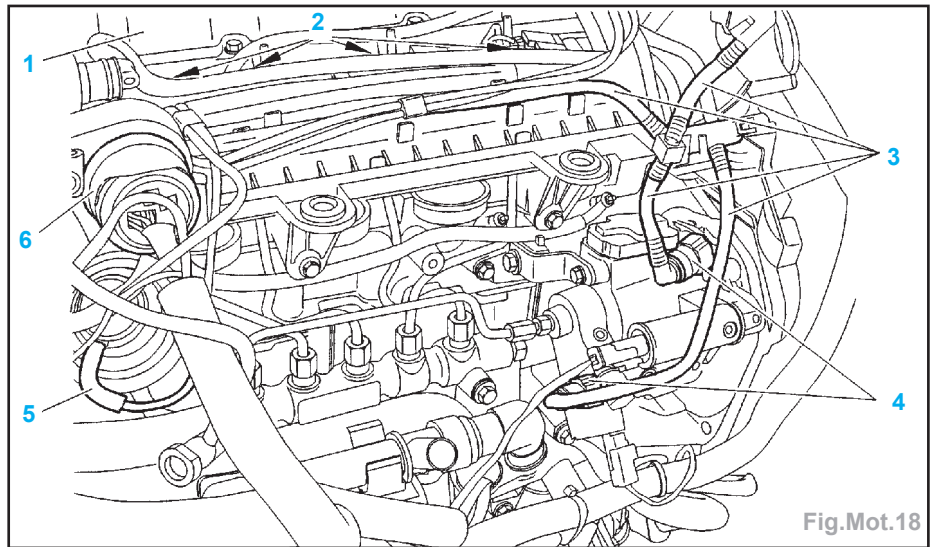

Fig.Mot.18
- Déposer (Fig.Mot.18) :
- le système d'alimentation intégré (1),
- les durits d'alimentation gazole encliquetable sur pompe haute pression (4),
- l'ensemble de l'alimentation carburant (3),
- le connecteur multibroches injection (6),
- l'alimentation électrique des injecteurs diesel (2),
- le conduit de dépression de la vanne EGR (5),